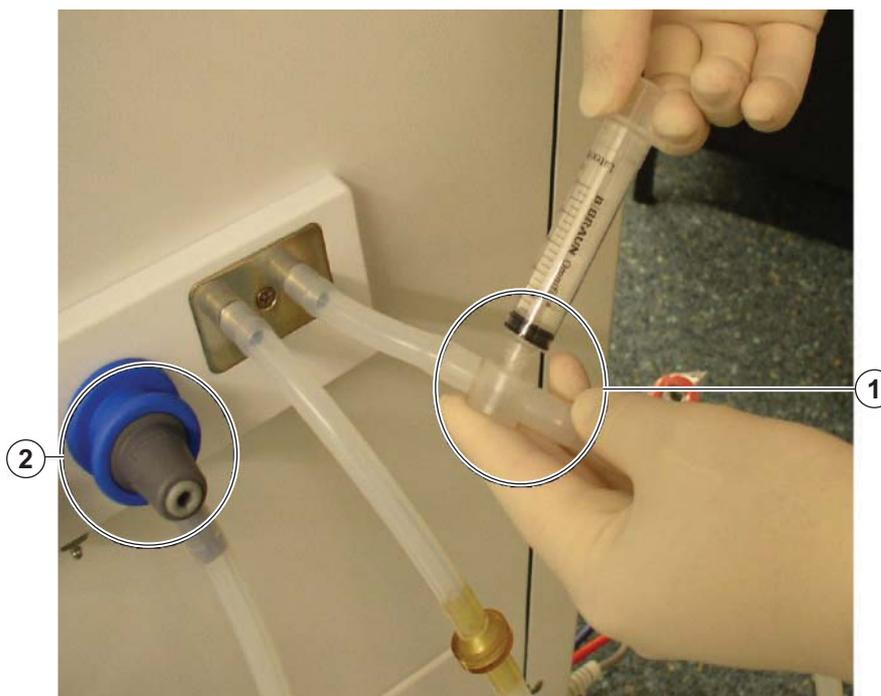

Fig. 11-32 Puerto de toma de muestras
2. Tome la muestra lentamente a través de la válvula de toma de muestras ubicada en el tubo del líquido de diálisis, usando una jeringa pequeña; por ejemplo, una jeringa de 2 ml (Fig. 11-32).